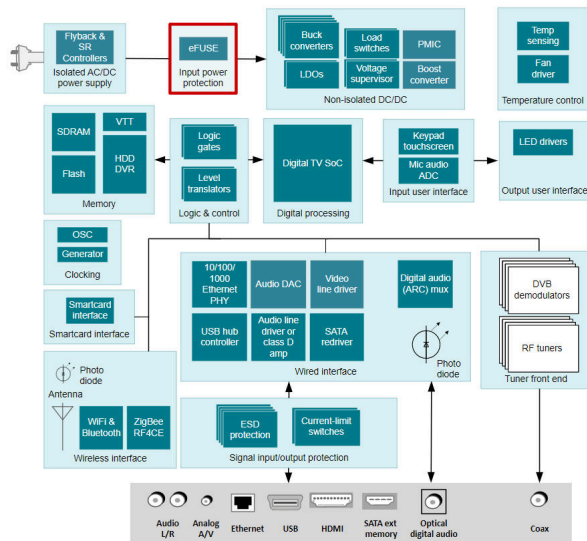
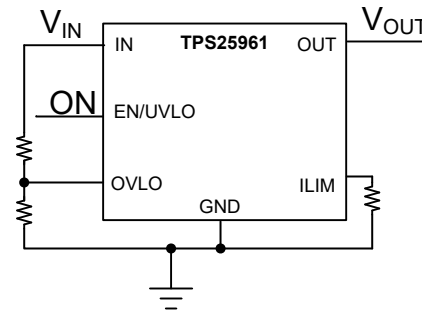
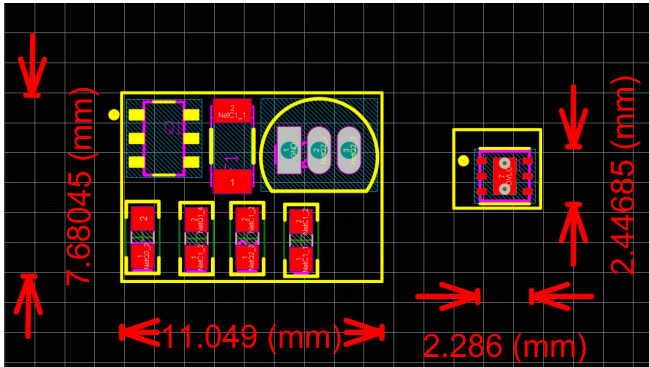

图 1. 机顶盒设计
图 2. TPS25961 配置为可编程 OVP 和 OCP
图 3. 分立式与 TPS25961 设计尺寸
图 1 展示了应用的典型分立式实现，例如 STB、无线耳塞充电盒等终端设备 (EE) 中的适配器和/或 USB 输入保护。该设计是非常基本的实现，可提供电源路径通断功能及浪涌电流控制。使用 TPS25961 的优势是将关键电源路径保护功能集成至更简单、更小的设计中，包括热关断、受控上升时间、过压和短路保护。除通断控制外，需要额外稳健电源路径保护的应用必须在分立式实现中添加更多元件，这将进一步增加设计尺寸和复杂性。在某些情况下，例如热关断，可能无法通过分立式元件正确实现。图 3 比较了基本分立式设计的设计尺寸，该设计充分优化 TPS25961 的配置，可提供固定过压和过流保护，从而提供通断控制和固定过流保护。在该示例中，分立式 FET 设计包含 7 个元件，总设计尺寸为 80mm²。相比之下，TPS25961 由 4mm² 的单个 IC 组成，设计尺寸减少了 95%。通过在 OVLO 引脚上添加电阻分压器并在 ILIM 引脚上添加电阻器，TPS25961 还可配置为具有可编程过压和过流保护的通用示例，如图 2 所示。